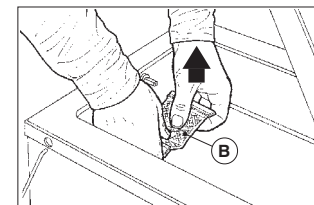

Fig. 3
- Saisir et tirer vers le haut le roulement sous-barre (B - Fig. 3).
- 3) Nettoyer la barre de soudure avec de l'alcool (Fig. 3).